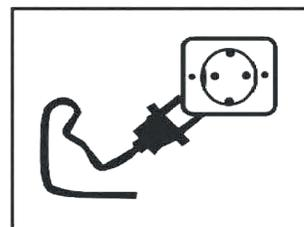
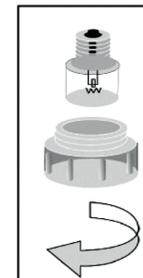

Figure 8
Figure 9
**Attention:** Pour changer cette lampe le courant d'alimentation électrique doit être impérativement coupé avant toute intervention. Débranchez le câble électrique (Figure 8), démontez ensuite le verre de protection de la lampe (Figure 9), dévissez la lampe, changez-la et remontez l'ensemble. Testez ensuite en rebranchant le câble électrique. Si la panne est toujours existante, adressez-vous au service après-vente de votre revendeur.